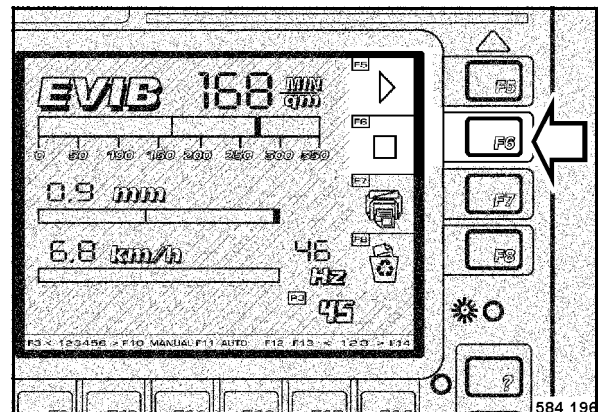

fig. 79
- Lors du passage de la fin de la piste, repère 2, appuyer sur la touche F6 "STOP" (fig. 79).